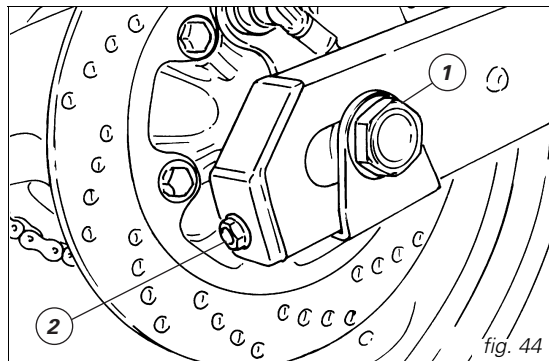

fig. 44
Pour régler la tension, desserrez l'écrou (1, fig. 44) de l'axe de roue, serrez la vis (2) du même nombre de tours et en sens horaire, de part et d'autre du bras oscillant, pour la tendre davantage ou desserrez-la pour obtenir l'effet contraire. Dans ce dernier cas, il faut pousser la roue vers l'avant.